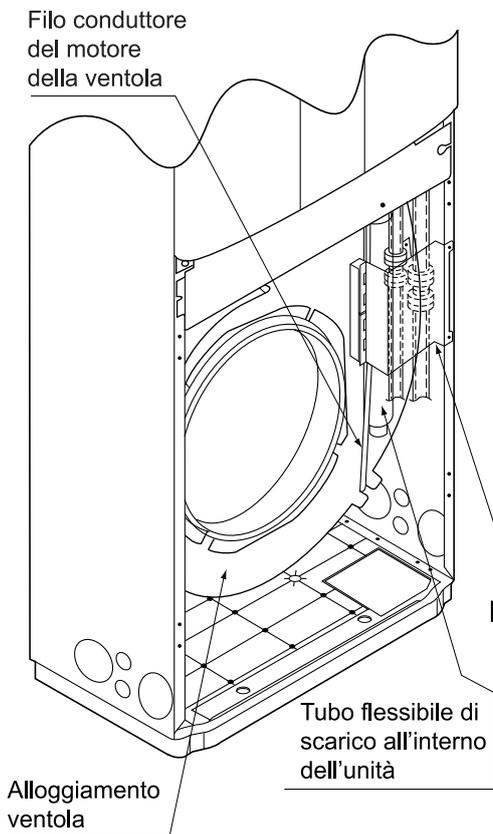

Fig. 12
- Rimuovere il gancio di ritenuta del tubo. **(Fare riferimento alla Fig. 12)**
- Una volta completata l'installazione delle tubazioni del refrigerante e i collegamenti elettrici, tenere ferme le tubazioni del refrigerante, il tubo flessibile di scarico dell'unità interna, il cablaggio che collega unità interne e unità esterne e il filo di terra con la piastra di ritegno delle tubazioni (**Vedere la Fig. 12**). Durante questo lavoro, la tubazione del refrigerante che entra nell'unità interna potrebbe venire a contatto con la griglia di aspirazione. Pertanto, assicurarsi di non allungare la tubazione del refrigerante dalla relativa piastra di ritegno. (Per i collegamenti elettrici, vedere "8. RETE DEI COLLEGAMENTI ELETTRICI").